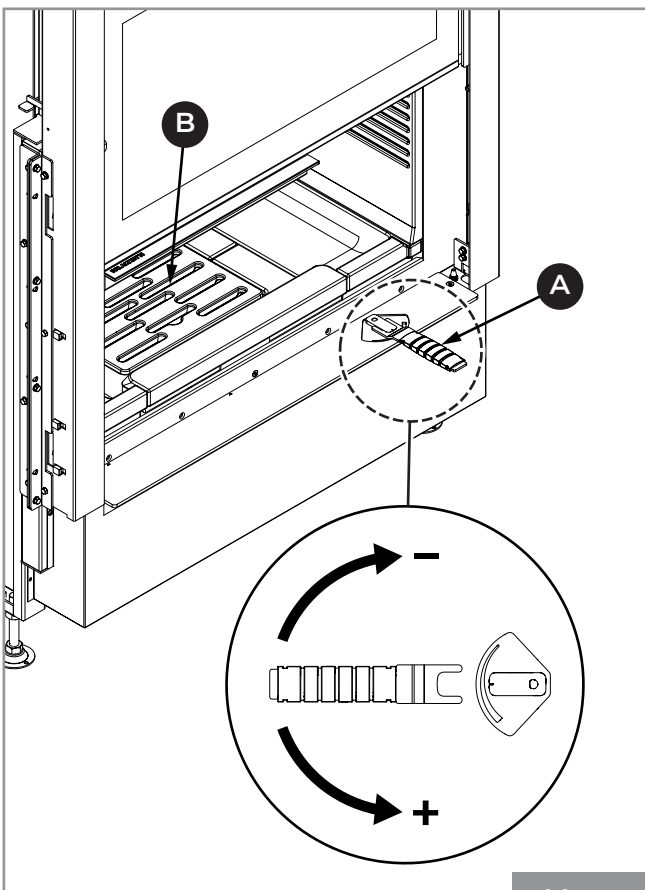
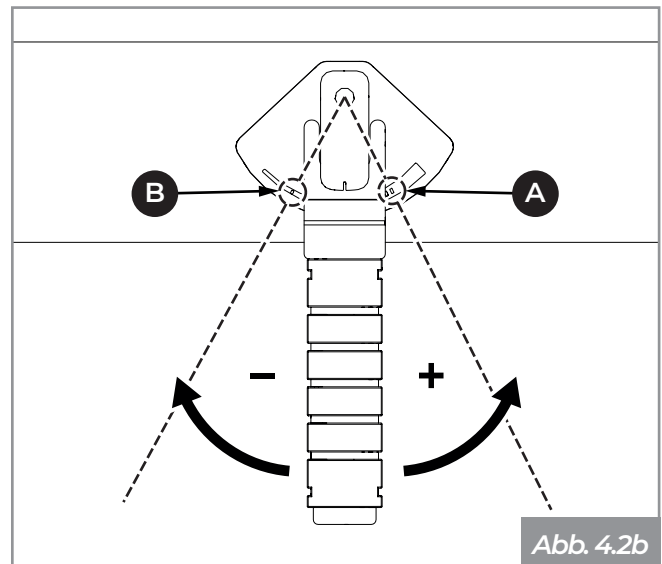
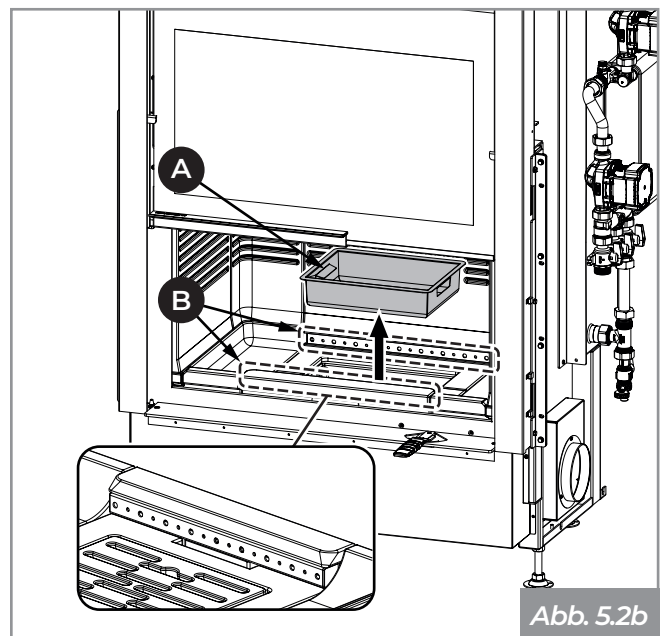

Abb. 4.2a
Abb. 4.2b
Abb. 5.2b
2. Mit dem mitgelieferten „kalten Griff“ (**A - Abb. 4.2a**) die Einstellvorrichtung der Hauptluft vollständig (+) öffnen (**Position A - Abb. 4.2b**).
3. Die Holzscheite vorsichtig in die Brennkammer legen. Darauf achten, die Schlitze im Rost (**B - Abb. 4.2a**) und die vorderen und hinteren Öffnungen des Verbrennungsluftverteilers nicht vollständig abzudecken (**B - Abb. 5.2b**);
8. Den Lufterlass offen halten, um eine hohe und helle Flamme zu gewährleisten (**Position A - Abb. 4.2b**);
9. Die Lufterlassöffnung erst dann mithilfe des „kalten Griffs“ verkleinern (**Position B - Abb. 4.2b**), wenn sich eine gute Glutbasis gebildet hat.
Die Aschenlade aus dem Unterbau herausziehen und Asche, die sich möglicherweise in den darunterliegenden Räumen abgelagert hat, herausaugen (**A - Abb. 5.2b**).
Die vorderen und hinteren Öffnungen des Verbrennungsluftverteilers absaugen, um mögliche Ascheansammlungen zu vermeiden (**B - Abb. 5.2b**).